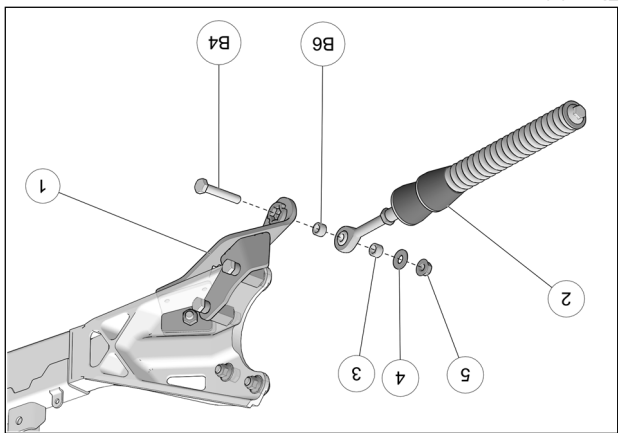

Fig. 11
11. Fixer le bras stabilisateur (2) à l'ancrage de suspension (1) en utilisant le boulon (B4), les espaces (B6 & 3), la rondelle (4) et l'écrou autobloquant (5). Serrer à un couple de 70 N•m [52 lb•pi]. Voir la Fig. 11